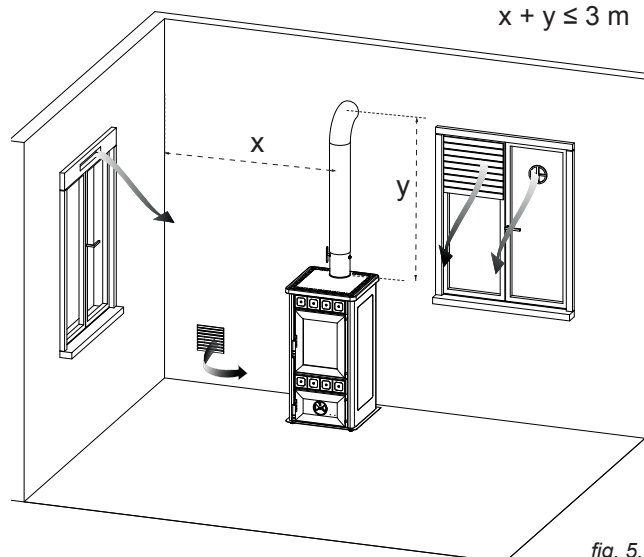

fig. 5.2
- Um den Ofen mit dem Schornstein zu verbinden, können maximal 3 Richtungsänderungen von nicht mehr als 90° vorgenommen werden. Dabei darf die Länge des Schornsteins horizontal nicht mehr als 2 m und gesamt maximal 3 m (Abb. 5.2) betragen.